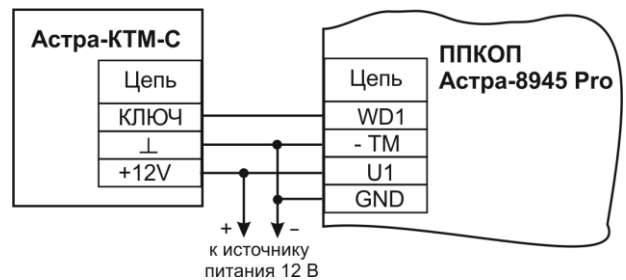

Рисунок 3
- Схема соединения приведена на примере ППКОП Астра-8945 Pro (рисунок 3).